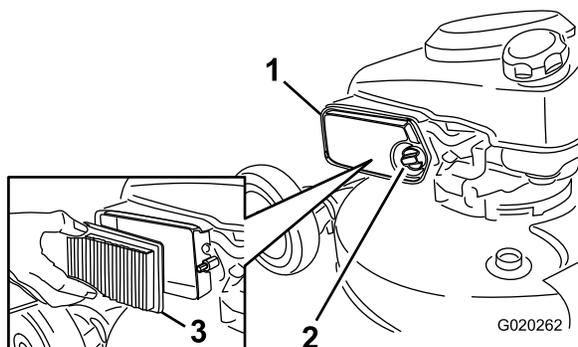

Figura 36
1. Svitare la manopola e aprire il coperchio (Figura 36).
2. Sostituite l'elemento del filtro dell'aria (Figura 36).